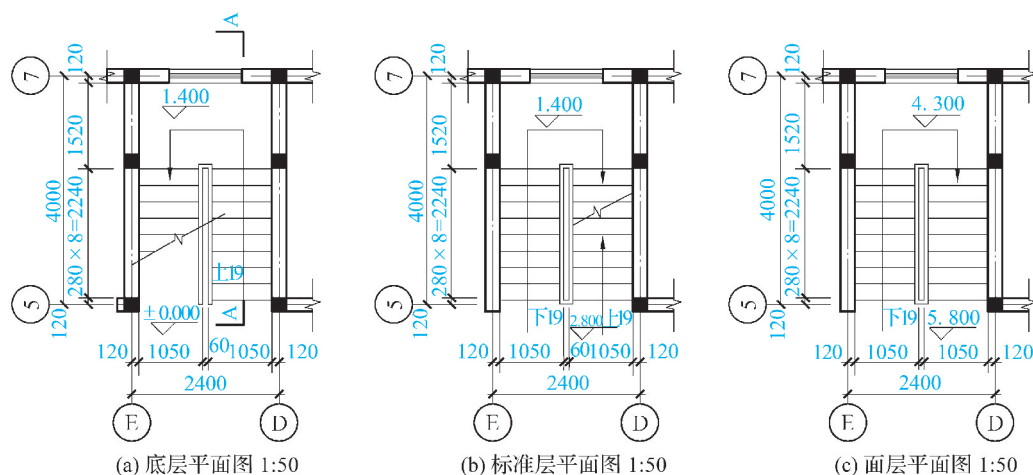

图2 楼梯平面图
(1)了解楼梯或楼梯间在房屋中的平面位置及开间、进深。如图2所示,楼梯间位于E~D轴×④轴~⑤轴。楼梯开间2.4 m,进深4.0 m。